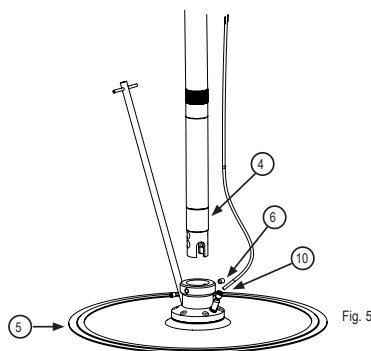
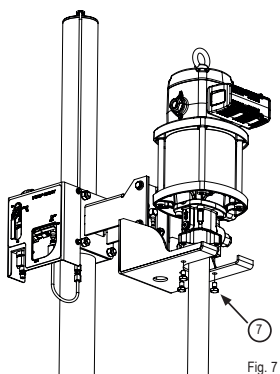

Fig. 5
Fig. 7
2. If the pump includes the follower plate (fig. 5). Fix the pump (4) to follower plate (5) with grub screw (6).
4. For other models, fix the pump on the mounting plate with three hex bolts (7) (fig. 7). Screw the connector (8) into airmotor inlet and connect the 12 mm tube (9). For model with follower plate, connect the 6 mm tube to non-return valve (10) (fig. 5).
2. Om enheten levereras med följelock liknande (fig 5), montera pumpen (4) i följelockets styrning och lås fast med stoppskruven (6).
4. För övriga modeller, fäst pumpen i konsollen med tre insexskruvar (7) (fig 7). Montera luftkopplingen (8) i pumpens luftanslutning och koppla på luftslangen, 12mm (9). För modeller med följelock, anslut luftslangen som är 6mm till backventilen (10) (fig 5.)